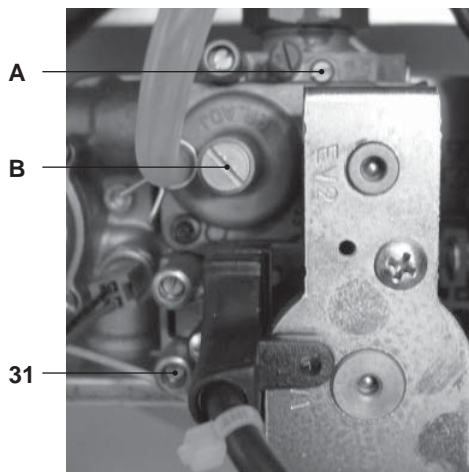

Figura 7.9
- A caldaia spenta (fuori servizio), controllare la pressione di alimentazione utilizzando la presa 31 in Figura 7.9 e confrontare il valore letto con quelli riportati nella tabella Pressioni di alimentazione gas nella sezione "Dati tecnici" pag. 22.
- Richiudere bene la presa di pressione 31 in Figura 7.9.
- Per tarare il CO_2 della caldaia (pressione del gas al bruciatore) svitare completamente il tappo in ottone di protezione B e agire sulla vite a brugola \varnothing 4 mm sottostante Figura 7.9, girando in senso orario il CO_2 aumenta.
- Se i due dati non coincidono agire sulla vite regolazione massimo RQ (A in Figura 7.9) della valvola gas e tarare il CO_2 allo stesso valore riportato nella tabella nella sezione "Dati tecnici" pag. 22. Girando in senso orario il CO_2 diminuisce.